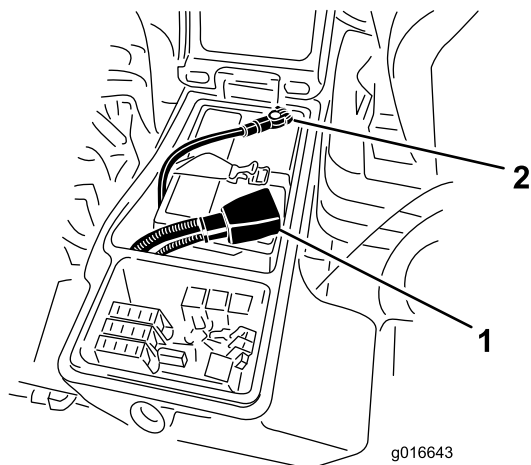

Bild 122
- Trennen Sie das Minuskabel (-) von der Batterie (Bild 122) ab.